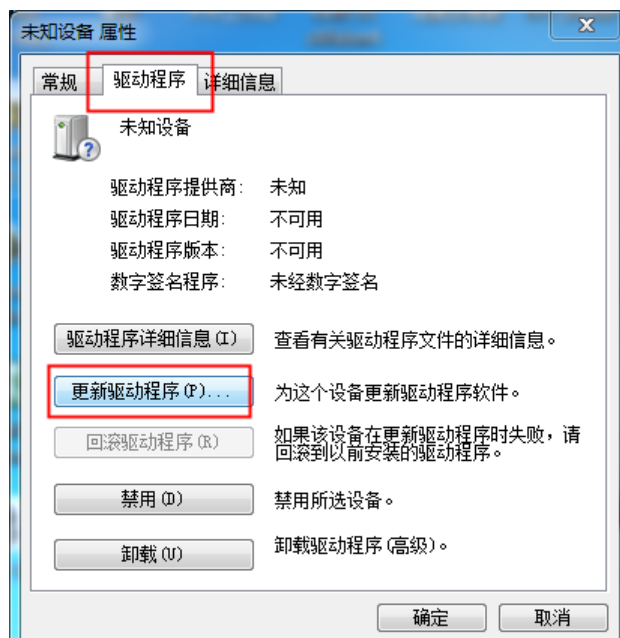

图 1.12 更新驱动设备
4. 在属性选项卡中，切换到驱动程序选项卡，选择“更新驱动程序”，如下图 1.12 所示。